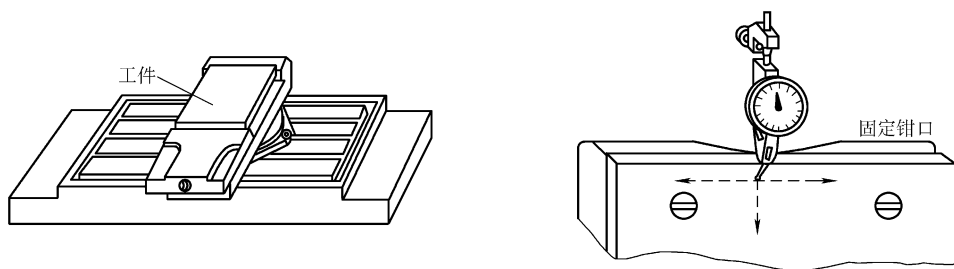

图 2-35 机用平口钳的校正与工件装夹
- 2) 钳口校正：本例采用机用平口钳装夹。机用平口钳适用于安装中小尺寸和形状规则的工件，它是一种通用夹具，安装平口钳时必须先将底面和工作台面擦干净，利用百分表校正钳口，使钳口与相应的坐标轴平行，以保证铣削的加工精度。先松开平口钳底座刻度盘的旋转调整螺母，通过百分表在 X 轴方向反复移动，来调整机用平口钳 X 轴方向的水平，调整好以后拧紧螺母，如图 2-35 右图所示。
3) 工件装夹: 数控铣床加工的工件多数为毛坯或半成品, 利用平口钳装夹的工件尺寸一般不超过钳口的宽度, 所加工的部位不得与钳口发生干涉。平口钳校正好后, 把工件放入钳口内, 并在工件的下面垫上比工件窄、厚度适当且加工精度较高的等高垫块, 然后把工件夹紧。为了使工件紧密地靠在垫块上, 应用铜棒或橡皮锤轻轻地敲击工件, 直到用手不能轻易推动等高垫块, 最后再将工件夹紧在平口钳内。工件应当紧固在钳口靠近中间的位置, 装夹高度以铣削尺寸高出钳口平面  $3\sim 5\text{mm}$  为宜。用平口钳装夹表面粗糙度值较大的工件时, 应在两钳口与工件表面之间垫一层铜片, 以免损坏钳口, 并能增加接触面积。对于高度方向尺寸较大的工件, 不需要加等高垫块而直接装入平口钳, 如图 2-35 左图所示。